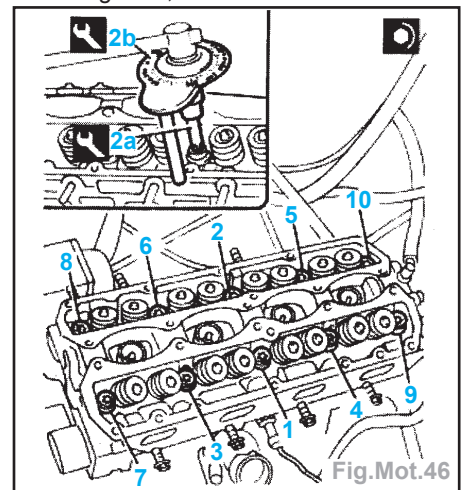

Fig.Mot.46
- Reposer la culasse et serrer au couple en suivant l'ordre (Fig.Mot.46).